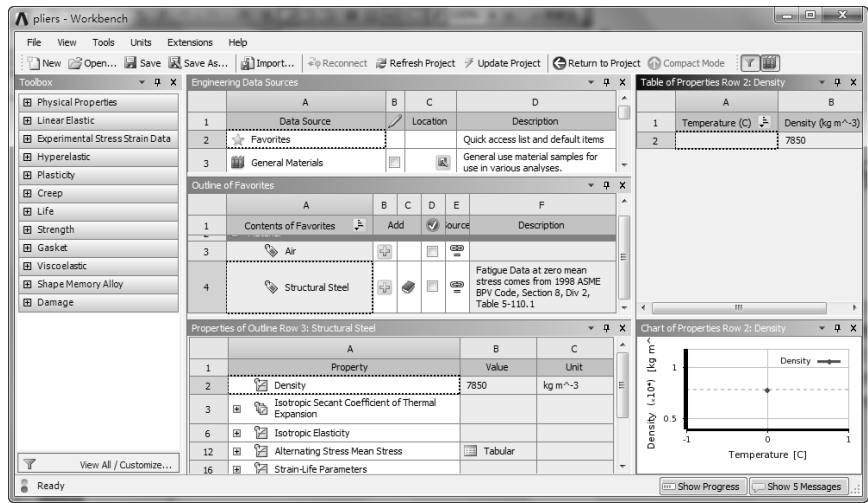

图 8-22 材料参数设置界面
2) 在界面的空白处任意位置单击鼠标右键，在弹出的快捷菜单中选择【Engineering Data Sources (工程数据源)】命令，原界面窗口中的【Outline of Schematic B2: Engineering Data】窗口消失，取代以【Engineering Data Sources (工程数据源)】和【Outline of Favorite (优先列表)】窗口，如图 8-22 所示。